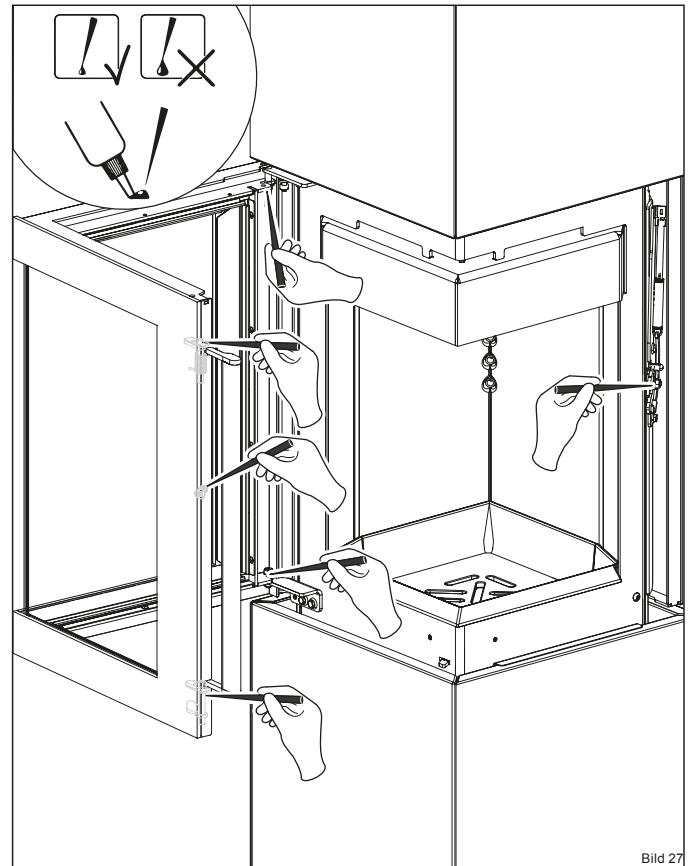

Bild 27
- Schmieren Sie die Punkte mit dem Spezialfett aus der Startbox (Bild 27).